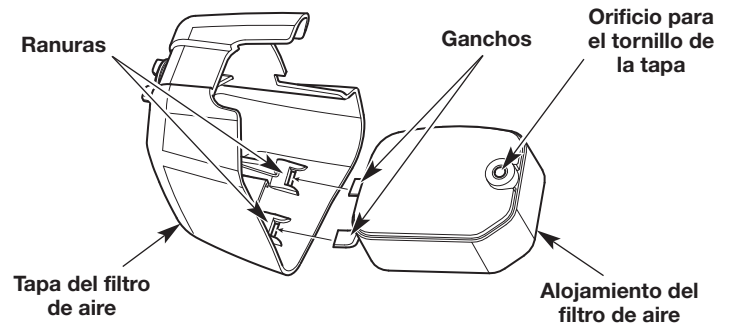

Fig. 19
7. Inserte los ganchos del alojamiento del filtro de aire dentro de las ranuras de la tapa del filtro de aire (Fig. 19).
8. Debe girar la tapa del filtro de aire hacia la derecha y alinear el tornillo de la cubierta con el orificio destinado a dicho tornillo (Fig. 19). Apriete el tornillo de la tapa para sujetar dicha tapa.